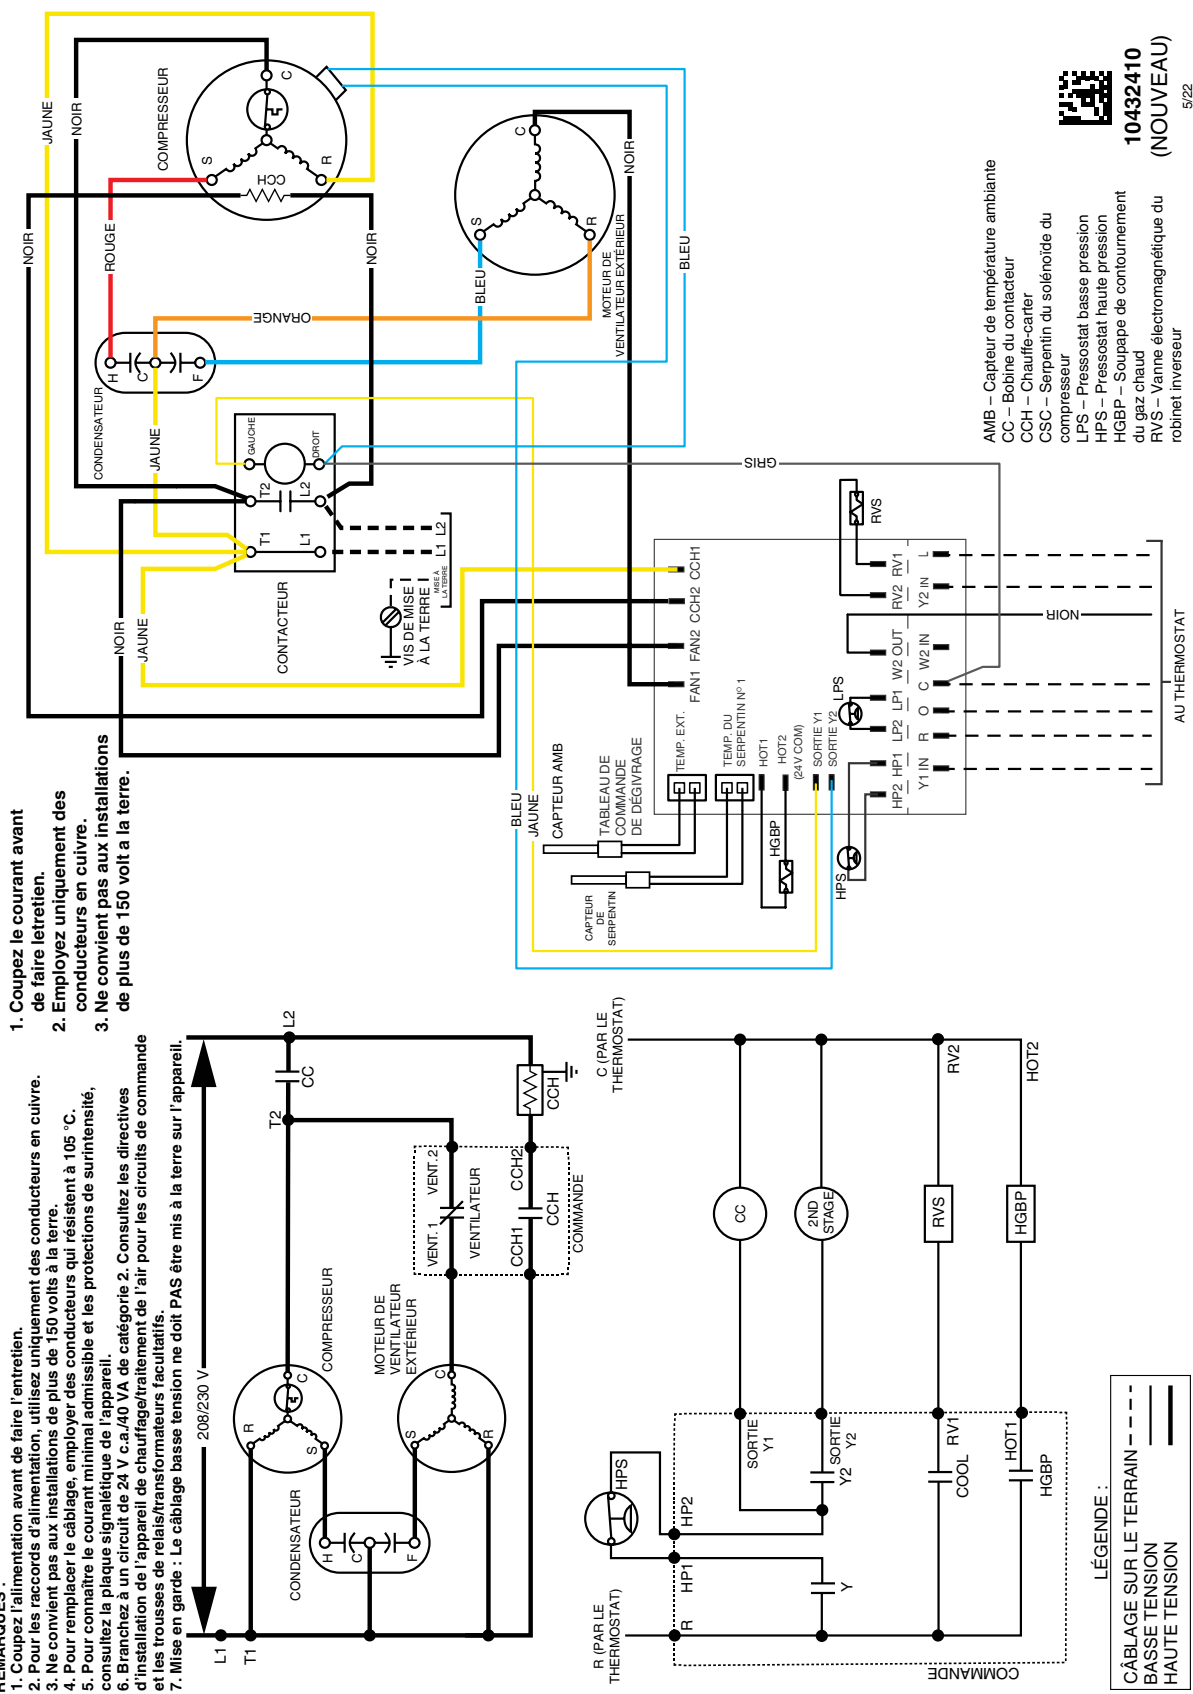

Figure 6. Schéma de câblage pour les appareils de 2 tonnes
4. Bloquez la décharge du ventilateur extérieur. **REMARQUE :** Une moitié de l'appareil doit être couverte « d'un coin à l'autre » tel que montré dans Figure 6.